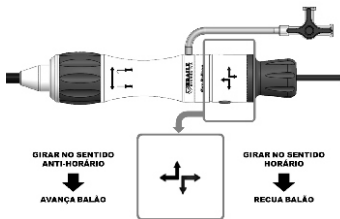

Figura 20:
- G.9. Verificar a integridade do sistema de ajuste fino: girar completamente a rosca de ajuste fino localizada na base da manopla, acompanhando e observando o deslocamento axial do balão de insuflação. Após a verificação, retornar a rosca de ajuste fino à posição inicial. Observar as marcações próximas à rosca de ajuste fino para verificar a orientação correta para girá-la, conforme Figura 20.